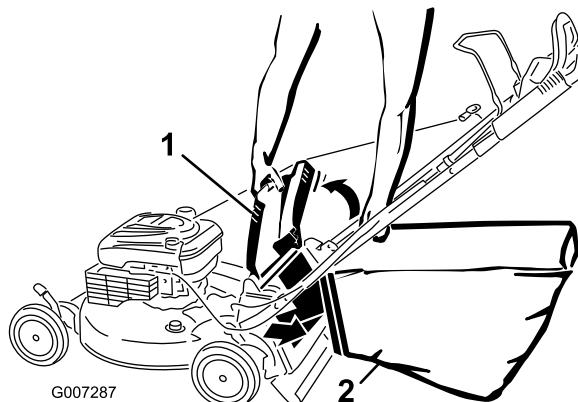

Bild 24
4. Hängen Sie die obere Vorderkante des Korb an die Laschen (Bild 24).